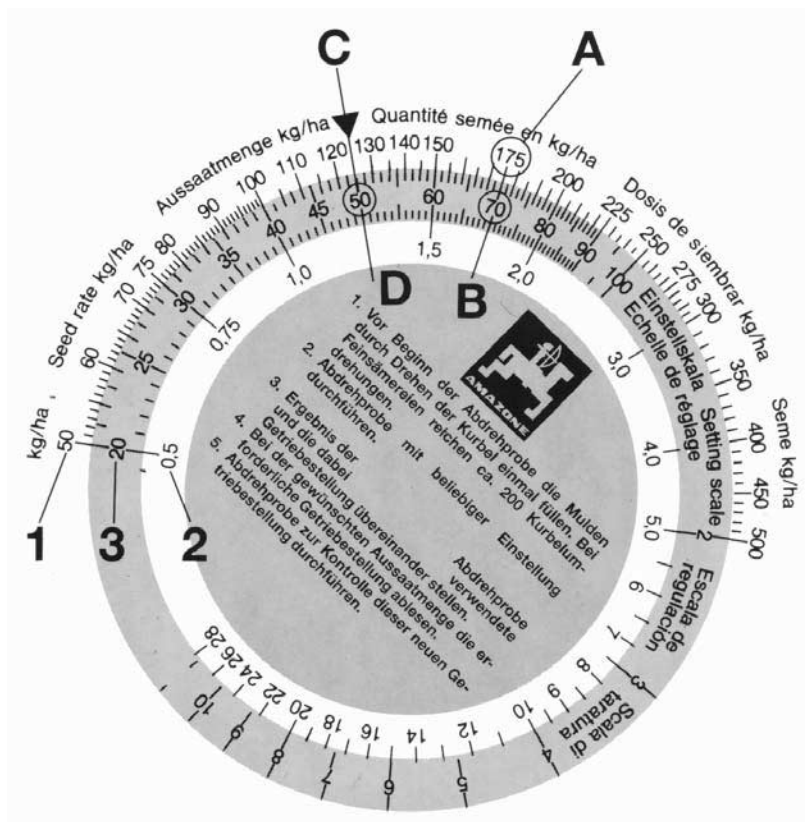

Рис. 8.10
Как правило **первая проба** установки сеялки на норму высева не дает желаемой нормы высева. Используя значения первой пробы можно все же легко определить правильное положение редуктора при помощи счетного диска (Рис. 8.10). Счетный диск состоит из трех шкал. Наружная белая шкала (Рис. 8.10/1) - для всех норм высева свыше 30 кг/га, а внутренняя белая шкала (Рис. 8.10/2) - для всех норм высева ниже 30 кг/га. На средней цветной шкале (Рис. 8.10/3) даны положения редуктора от 1 - 100.
- Поставить на счетном диске одно над другим следующие значения: норму высева 175 кг/га (Рис. 8.10/A) и параметр редуктора "70" (Рис. 8.10/B).
- Выпишете параметр редуктора на желаемую норму высева в размере 125 кг/га (Рис. 8.10/C). В нашем примере положение редуктора будет "50" (Рис. 8.10/D).